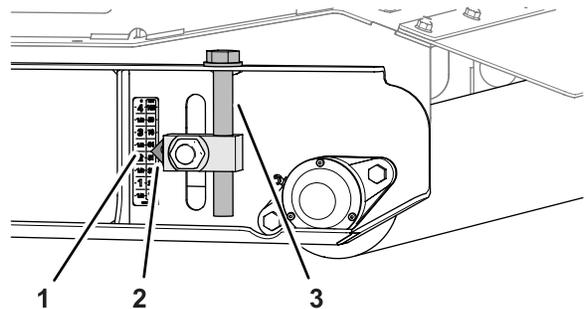

Bild 83
5. Heben Sie die linke und rechte Schnitthöhenverstellung an der hinteren Rolle auf die 57 mm Markierung auf dem Aufkleber an (**Bild 83**).